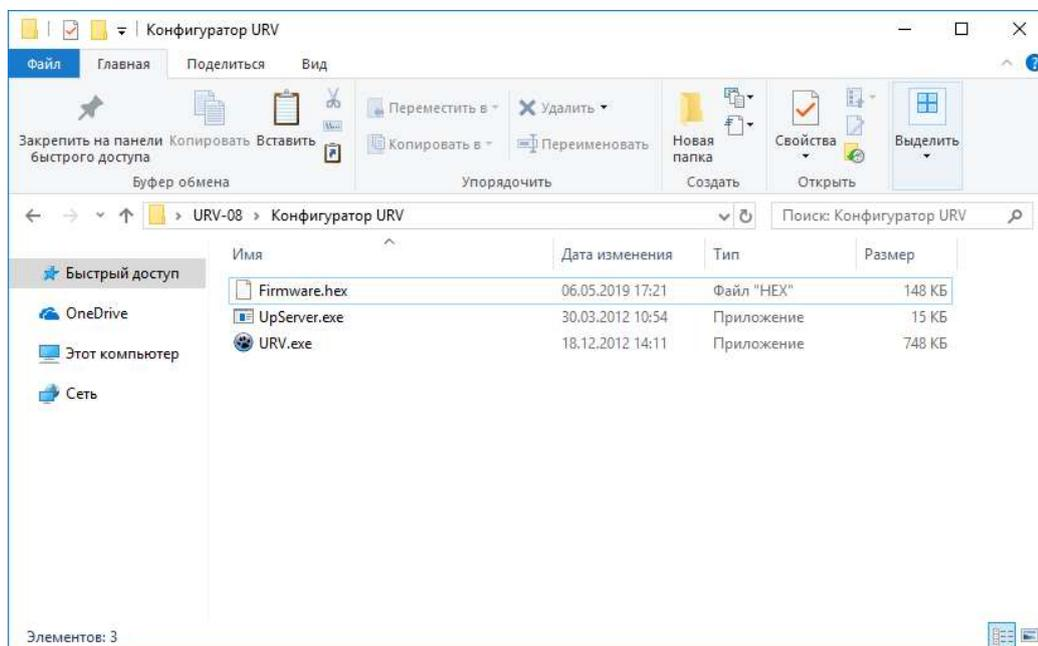

Рисунок 2 - Основные файлы
1. Загрузить файлы конфигуратора и прошивку устройства (рисунок 2).